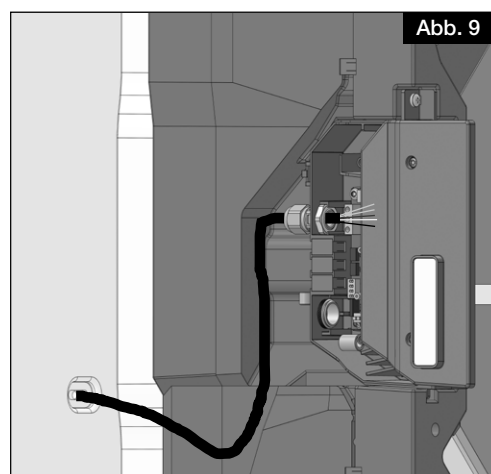

Abb. 9
4. Die Netzleitung durch die Kabelverschraubung in das Klemmenkastengehäuse einziehen (siehe Abb. 9). Die Netzleitung anschließen (Schaltplan beachten), **den Raumsensor oder ext. Schaltkontakt anschließen (optional).**